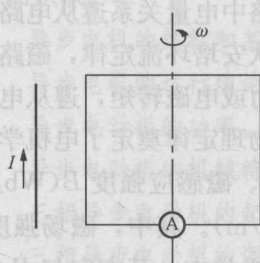

图 1-1
4. 一通直流电流 I 的长导线旁有一矩形线圈, 如图 1-1 所示, 在下列 () 情况下线圈中会产生感应电流。